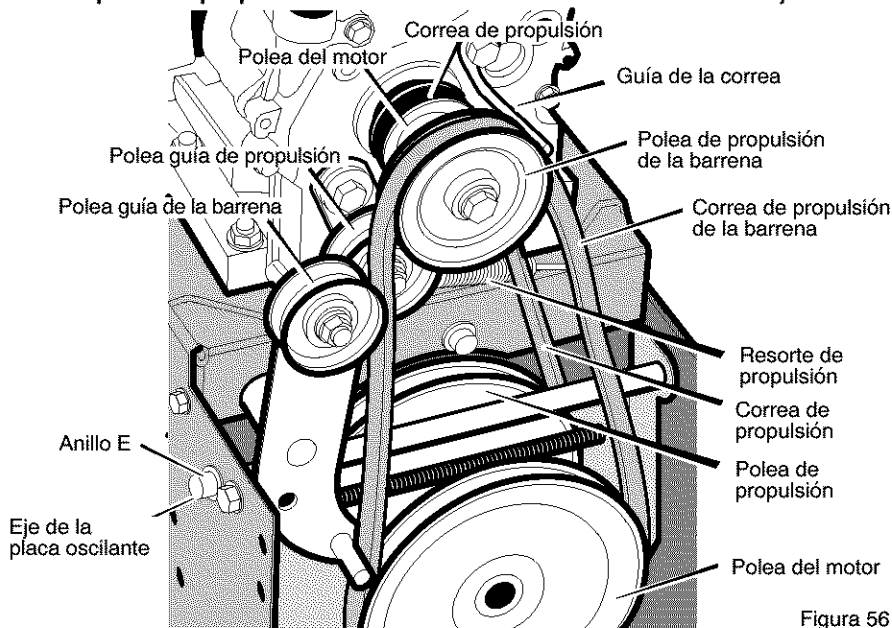

Figura 56
3. Afloje la tuerca de la polea guía de la barrena y mueva esta última hacia la correa un octavo de pulgada aproximadamente (3 mm) (Figura 56).
- Afloje la **guía de la correa**. Separe la **guía de la polea de propulsión de la barrena** (Figura 56).
3. Quite el **anillo E** de uno de los extremos del **eje de la placa oscilante**. Quite este **eje** para que la placa oscilante gire hacia adelante (Figura 56).